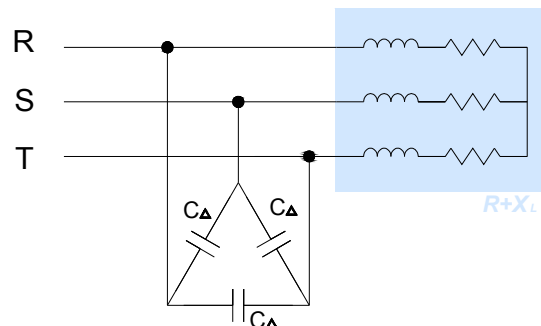

figura 3: banco de condensadores en triángulo
Conociendo el valor de la potencia reactiva inductiva (Q) de nuestra carga, se puede hallar el valor de la capacidad equivalente que se debería conectar en cada fase, dependiendo de si conectamos en triángulo (figura 3)